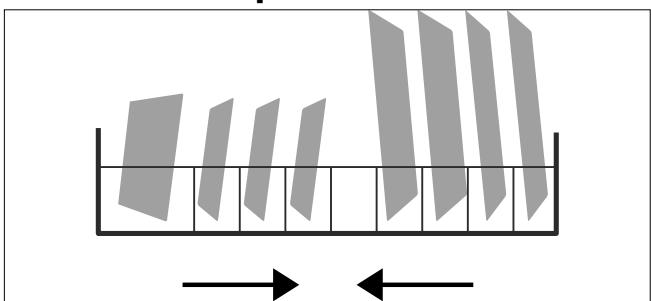

Abb. 16 – Geschirrkorb beladen
- ▶ Beladen Sie den Geschirrkorb (6) wie im Beispiel in Abb. 16 abgebildet. Der Pfeil zeigt die Einschubrichtung.